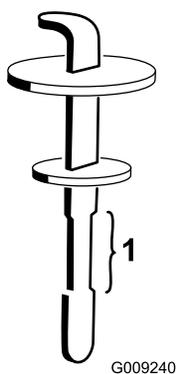

Рисунок 121
- Извлеките масломерный щуп из заливной горловины и протрите его чистой ветошью. Вставьте масломерный щуп в заливную горловину; затем извлеките его и проверьте уровень жидкости (Рисунок 121).